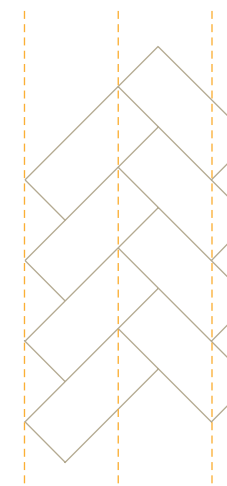

Abb. 2: Erste Reihe mit Hilfslinien.
- ⓘ Achten Sie darauf, die erste Reihe korrekt und rechtwinklig zu verlegen, da das für das Verlegen der übrigen Dielen und das endgültige Ergebnis entscheidend ist. Verwenden Sie Hilfslinien, um die Richtung zu halten, da sich kleine Ungenauigkeiten auf den übrigen Boden auswirken. Siehe Abb. 2.
- ❗ Achten Sie darauf, die erste Reihe korrekt und rechtwinklig zu verlegen, da das für das Verlegen der übrigen Dielen und das endgültige Ergebnis entscheidend ist. Verwenden Sie Hilfslinien, um die Richtung zu halten, da sich kleine Ungenauigkeiten auf den übrigen Boden auswirken. Siehe Abb. 2.